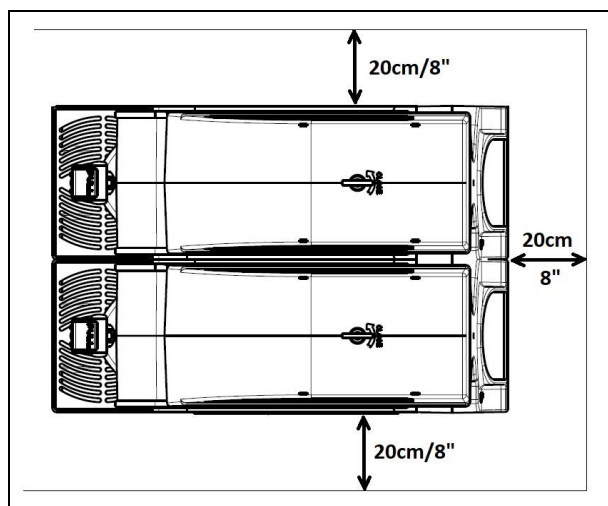

Fig. 20
b) Appoggiare l'apparecchio su una superficie orizzontale e solida facendo in modo che la carrozzeria dell'apparecchio sia ben areata (almeno 20 cm di spazio libero, fig.20), installare l'apparecchio in un ambiente asciutto ed evitare di installarlo vicino a fonti di calore. **La temperatura ambiente di utilizzo macchina deve essere compresa tra i 24°C e i 32°C (tra i 75°F e i 90°F).**